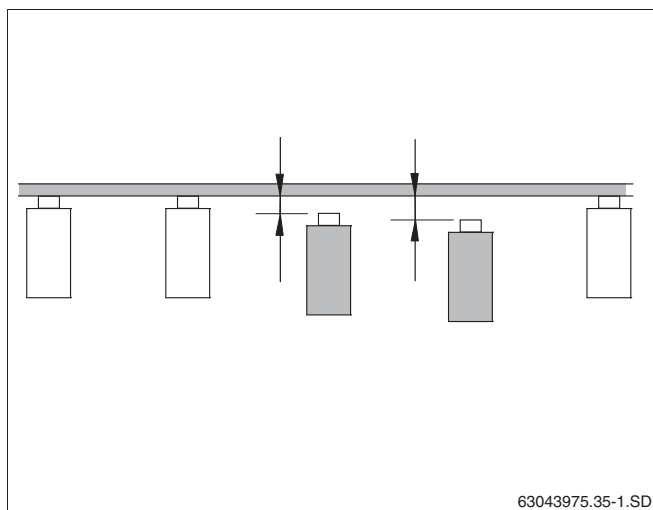

Рис. 12 Выравнивание уровня стропил
- ▶ При разнице в уровне стропил их необходимо выровнять (рис. 12).